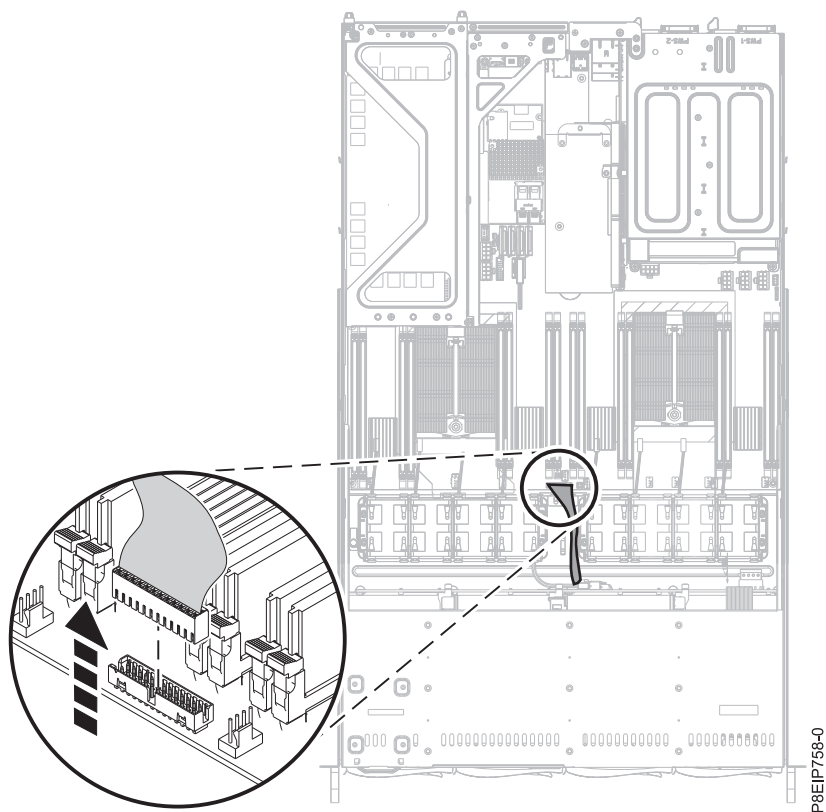

図 48. オペレーター・パネル・ケーブルの取り外し
9. システム・バックプレーンからオペレーター・パネル・ケーブルを取り外します (48 ページの図 48 を参照)。